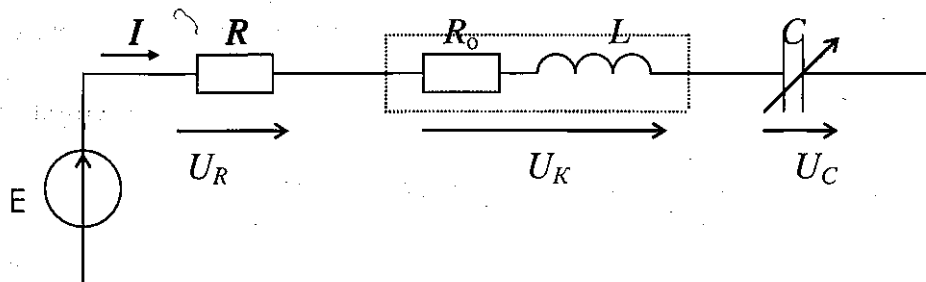

Рис.7.1
- Эквивалентная схема исследуемой цепи (рис. 7.1). В схеме действует источник синусоидальной ЭДС с постоянной частотой  $f = 50$  Гц.